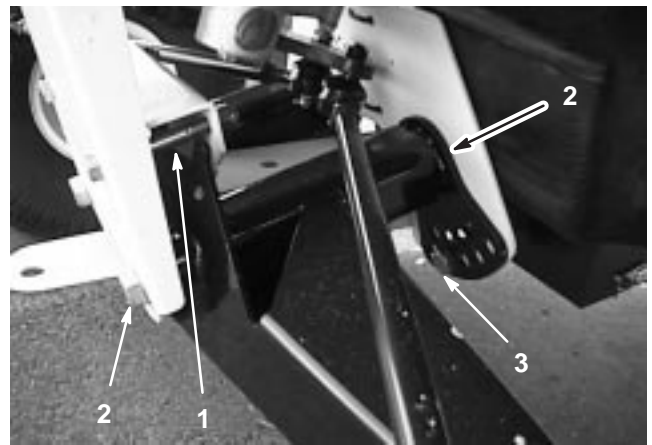

Bild 24
2. Entfernen Sie die Anschlagschraube (Bild 24).
3. Lockern Sie die Zentrierschrauben im vorderen A-Arm (Bild 24).
4. Entfernen Sie die Fahrhöhe-Einstellschraube (Bild 24).
5. Drehen Sie den vorderen A-Arm in die gewünschte Stellung (siehe die nachstehenden Hinweise) und schrauben die Fahrhöhe-Einstellschraube wieder ein (Bild 24).
7. Setzen Sie die Anschlagschraube (Bild 24) wieder ein.